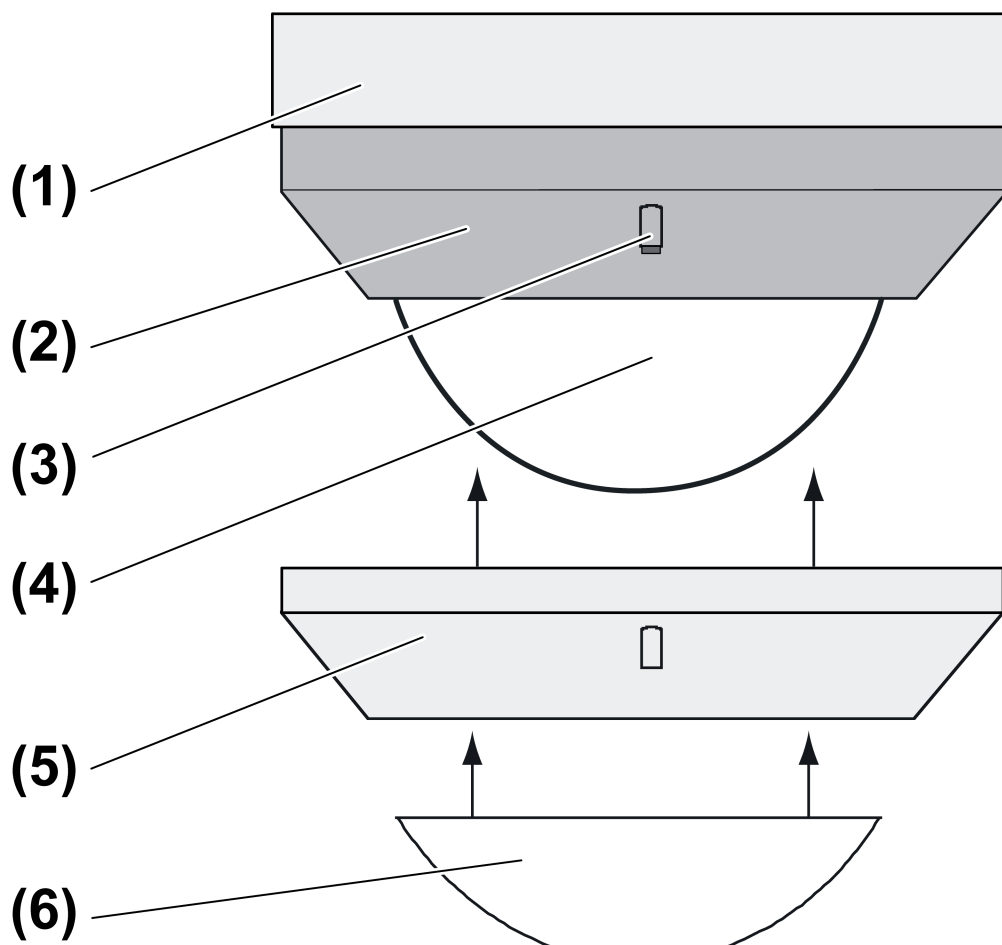

Рисунок 1
За окошком датчика (4) находятся красный и синий светодиоды (рис. 1) для передачи сигналов о различных режимах работы.